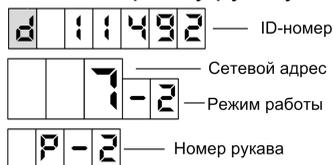

Рисунок 8
7.8 По команде СУ на табло могут отображаться сетевой адрес, режим работы и ID-номер рукава (рисунок 8). При снятии/установке любого раздаточного крана на табло выводится информация для следующего по счету рукава. По достижению последнего рукава вновь отображается информация по первому рукаву.